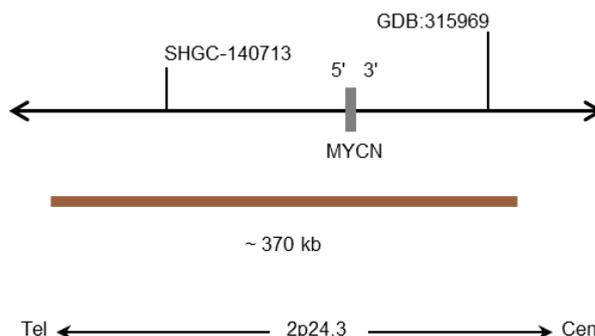

Abb. 1: SPEC MYCN Sondenlokalisierung (nicht maßstabsgetreu)
- Digoxigenin-markierten Polynukleotiden (~1,8 ng/ μ l), die gegen Sequenzen in 2p24.3* (chr2:15,846,046-16,213,717) gerichtet sind, welche die MYCN-Genregion enthalten (siehe Abb. 1).